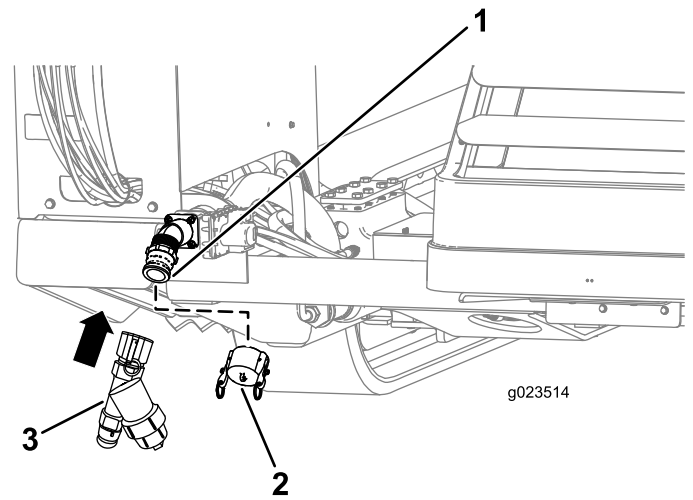

Figura 77
1. Retire a tampa da sucção da bomba (Figura 77).
2. Alinhe o filtro "Y" com a rosca na sucção da bomba (Figura 77).